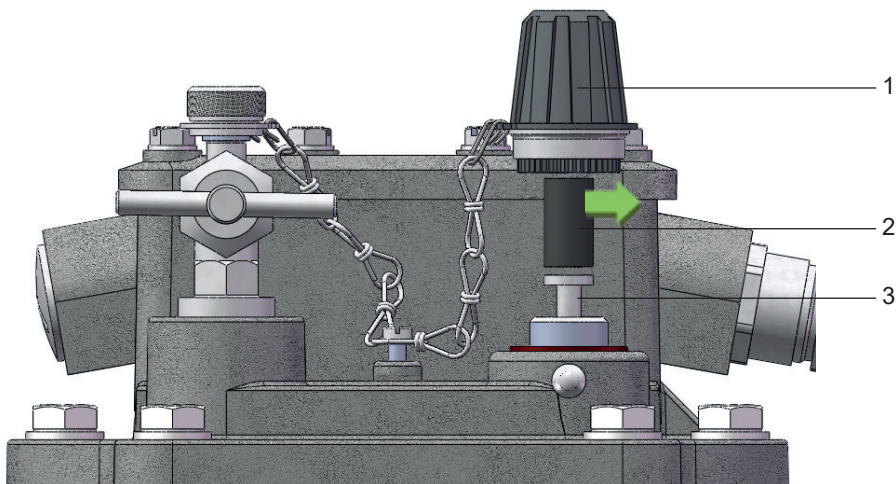

Рис. 5 – Удаление транспортного фиксатора
- Отвинтить большую колпачковую гайку (рис. 5/ № 1) с контрольной кнопки (рис. 5/ № 3).
- Вынуть транспортный фиксатор (рис. 5/ № 2) из колпачковой гайки.